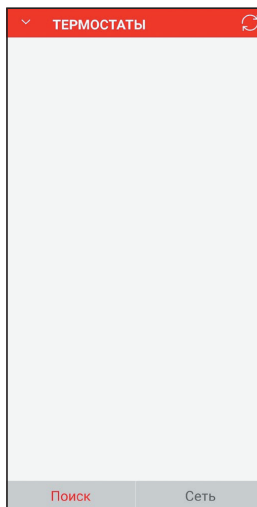

Рис. 8
8.3.1. Запустите приложение Valtec «Heat Control». После загрузки приложения появится окно «Термостаты». Нажмите кнопку «Сеть» для настройки WIFI-соединения (рис. 8).